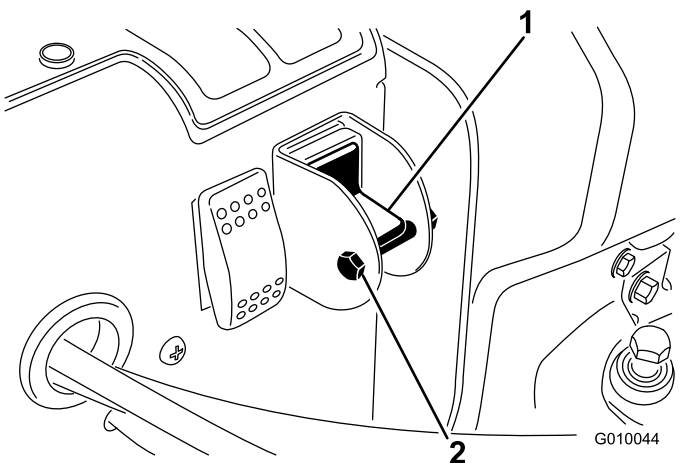

Bild 21
- Entfernen Sie die Arretierschraube und die Mutter vom Auswahlschalter (**Bild 21**).